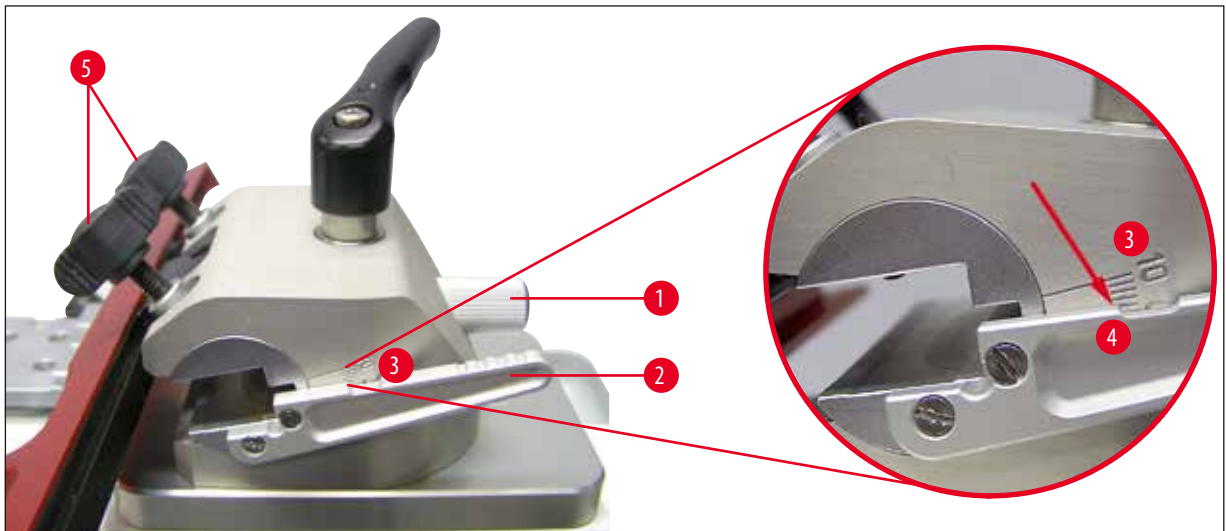

Рис. 13
Регулировка угла наклона ножа (→ Рис. 13)
- Установите нужный угол с помощью регулировочного рычага (→ Рис. 13-2) на основании шкалы угла наклона ножа (→ Рис. 13-3). Верхняя кромка (→ Рис. 13-4), красная стрелка на (→ Рис. 13) рычага (→ Рис. 13-2) должна закрываться индексной меткой выбранного числа (градус).